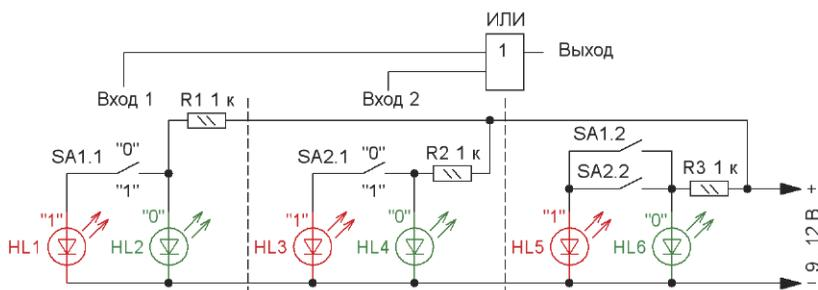

Рис. 3
**"ИЛИ" (OR)** — логический элемент, в котором выходной сигнал  $Y$  принимает значение лог. 1 при наличии на хотя бы одном из его нескольких входах сигнала лог. 1 (рис. 3). Если на всех входах лог. 0, на выходе элемента также лог. 0. Этот имитатор, а также последующие имеют несколько входов для одного элемента входа, на которые с помощью переключателей можно подавать "логические уровни".